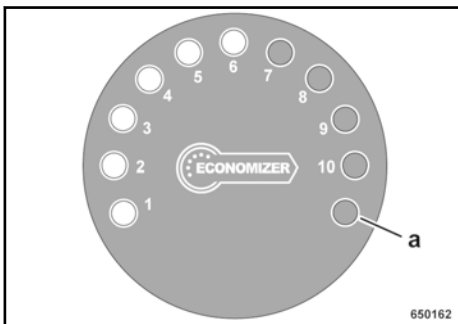

Fig. 72
Por medio del aumentando número de LEDs de luz amarilla (1) - (10) ↗ Fig. 72 en la indicación se representa el aumento de la compactación.